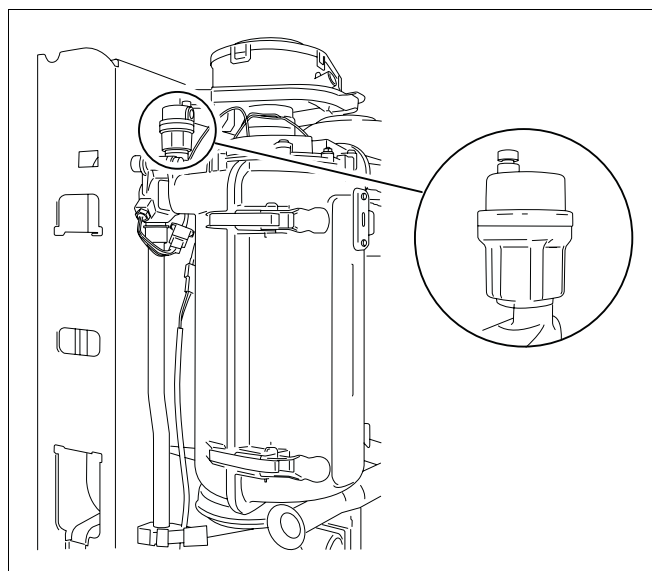

Abb. 27 Automatischer Entlüfter
- Kappe des automatischen Entlüfters eine Umdrehung lösen (Abb. 27).